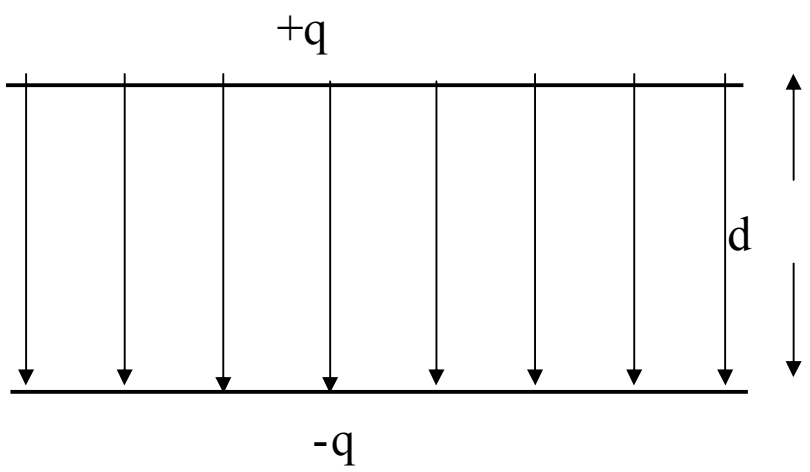

Рис.2.
*Емкость плоского конденсатора.* Пусть площадь обкладки  $S$  заряд на ней  $q$ , между обкладками находится диэлектрик с диэлектрической проницаемостью  $\epsilon$  (рис.2). Напряженность